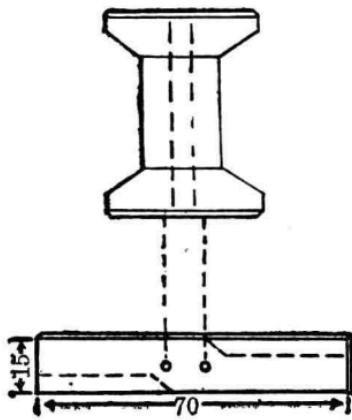

图 2
3. 把长 70 毫米、宽 15 毫米的竹片用橡胶刀削制成一螺旋桨（图 2）。在螺旋桨的中间部分钻两个小孔，它们之间的距离正好跟线团木芯上两只小钉之间的距离相同。小孔应略大于小钉的直径。